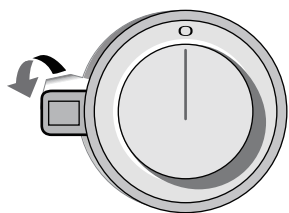

図7
2. コントロールノブ裏面の保護フィルムを剥がします。(図7)